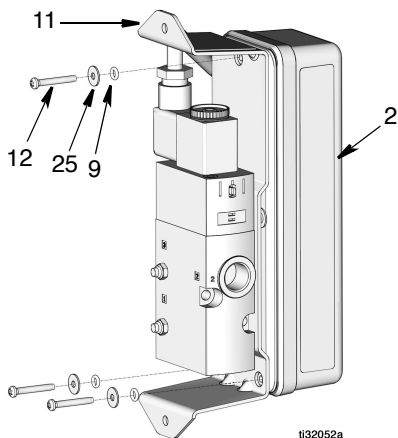

图 39
8. 将 PAC 电气外壳组件 (2) 对齐到支架 (11)。安装 O 形圈 (9)、垫圈 (25) 和螺丝 (12) 将支架固定到外壳 (图 39)。